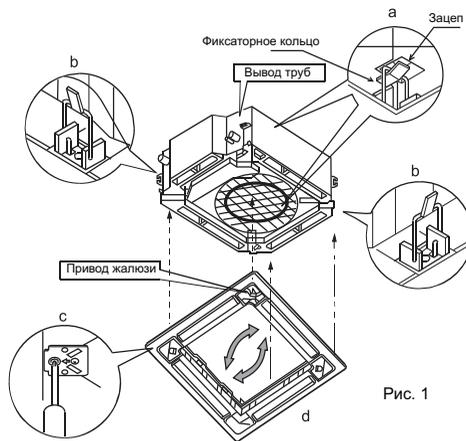
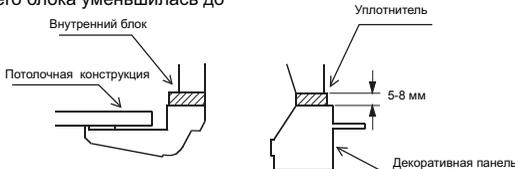

Рис. 1
Рис. 2
1. Демонтируйте воздухозаборную решетку из декоративной панели: нажмите на два зажима воздухозаборной решетки (см. Рис. 1) в направлении, указанном стрелками, и ,приподняв ее вверх примерно на 45° (см. Рис. 2), выньте из декоративной панели.
Совместите, как показано на Рис. 1, позиции расположения привода шторки качающихся жалюзи на декоративной панели и отверстия для ввода труб на кассетном внутреннем блоке. Затем установите декоративную панель.